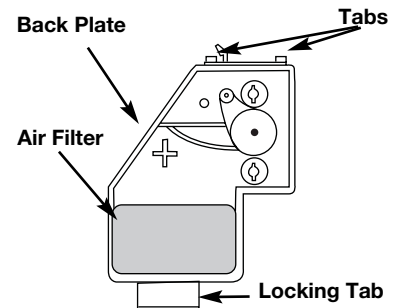

Fig. 30
7. Réplacez le couvercle du filtre à air. Placez les crochets à gauche du filtre à air dans les fentes situées à gauche du boîtier du filtre à air (Fig. 30).